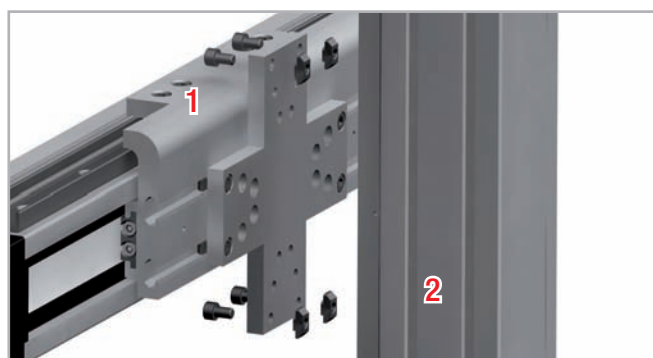

Fig. 107
4. Insérez les vis de l'autre côté de la plaque d'interface (voir fig. 107).